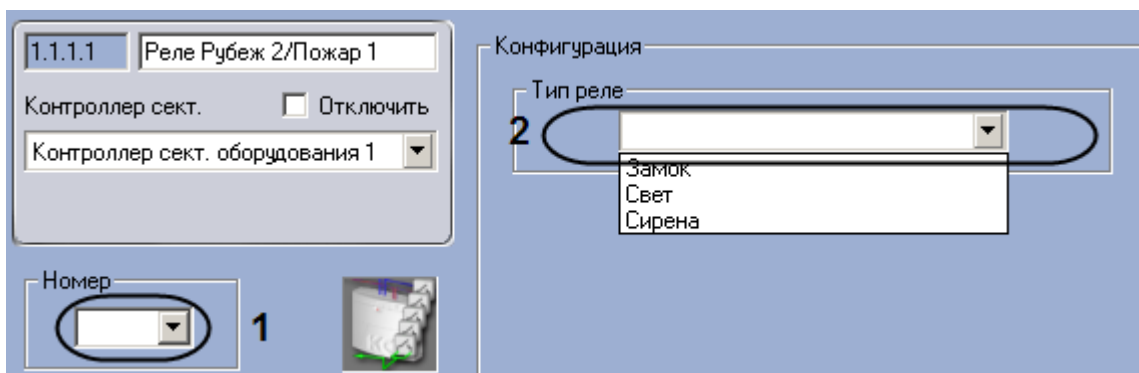

Рис. 3.6—25. Настройка реле Рубеж 2/Пожар
2. Выбрать номер выхода контроллера сектора оборудования, к которому подключено устройство, из раскрывающегося списка **Номер** (см. Рис. 3.6—25Рис. 3.6—21, 1).
3. Выбрать тип подключаемого датчика из раскрывающегося списка **Тип датчика** (см.Рис. 3.6—25, 2).